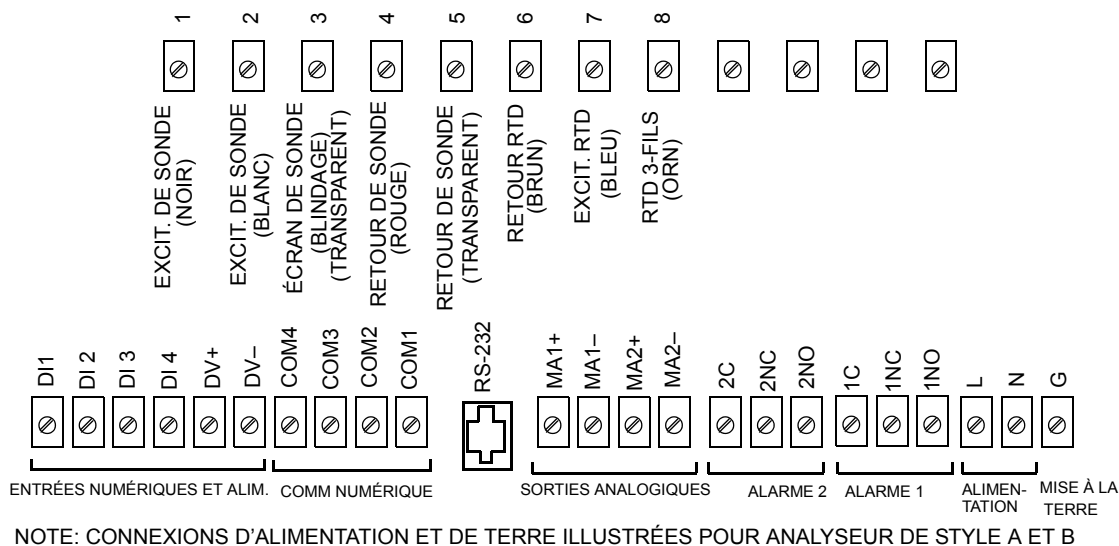

Figure 7. Raccordements de l'analyseur 875EC
Si l'analyseur est du type à montage sur panneau, faire les raccordements directement aux bornes à l'arrière du boîtier. L'identification des bornes est illustrée à la Figure 7 et décrite au Tableau 4.
3. Introduire les câbles de l'alimentation d'entrée (c.a.) dans l'ouverture de droite et raccorder aux bornes à l'extrémité droite du bornier inférieur, tel qu'indiqué à la Figure 7 et décrit au Tableau 4.
4. Introduire tous les autres câbles (sauf les câbles de sondes) dans l'ouverture centrale et raccorder aux bornes appropriées du bornier inférieur, tel qu'indiqué à la Figure 7 et décrit au Tableau 4.
5. Introduire les câbles de sondes dans l'ouverture de gauche et raccorder aux bornes appropriées du bornier supérieur, tel qu'indiqué à la Figure 7 et décrit au Tableau 4. Si on utilise une compensation de température manuelle et qu'on **ne raccorde pas** un dispositif de mesure de température, court-circuiter les bornes 6, 7 et 8 pour réduire le bruit.